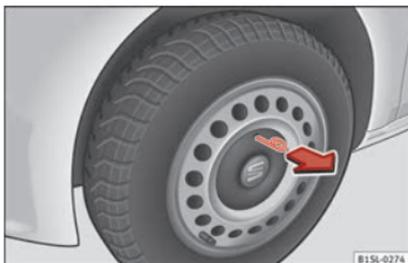

Abb. 50 Radmittenblende an der Stahlfelge abziehen.
- Zur Demontage den Drahhaken aus dem Bordwerkzeug an der Kante der Radzierkappe einhängen » » **Abb. 50**.